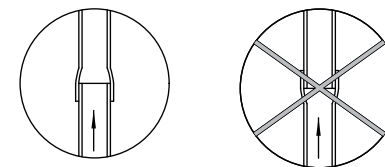

Рис. 2
3. Соедините трубку Вентури, форсунку внешнего эжектора, корпус внешнего эжектора, уплотнительную манжету внешнего эжектора, кольцевую прокладку внешнего эжектора и впускной патрубков внешнего эжектора как показано на рис. 2.